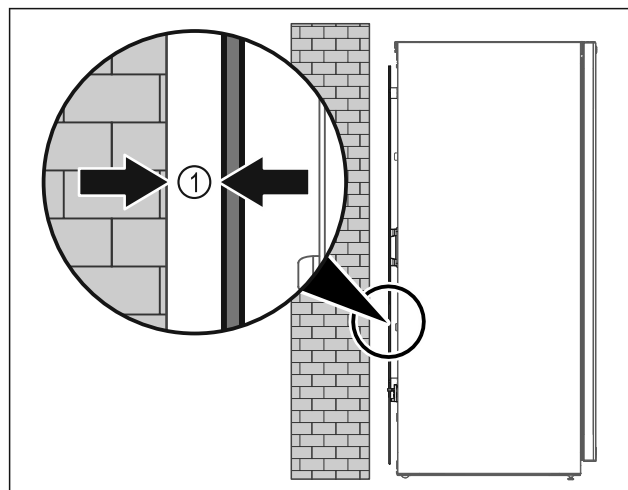

Fig. 47
- ▶ Gerät entweder frei im Raum oder direkt an einer Wand mit einem Mindestabstand von 5 mm Fig. 47 (1) aufstellen.